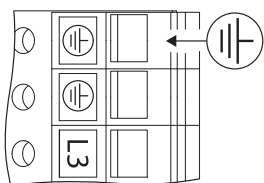

Fig. 27: Puesta a tierra adicional
- Dada la intensidad de la corriente de derivación en los motores a partir de 11 kW, según EN 50178 se ha de conectar una puesta a tierra adicional y reforzada (véase la Fig. 27).